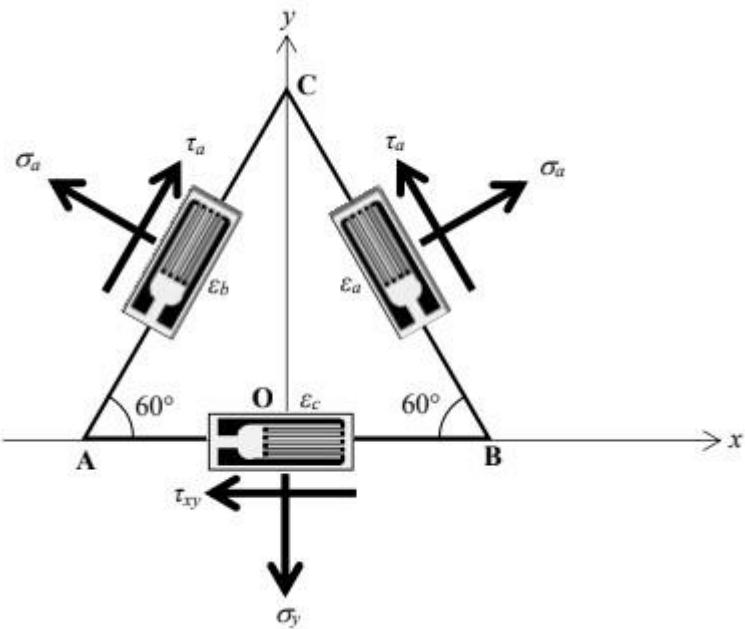

Fig.2 弾性体表面に描かれた正三角形の応力状態
[2]Fig.2 のように弾性体表面に描かれた△ABC が以下のよう応力状態にある。弾性体には面内荷重が作用しているものとし、辺の三か所にはひずみゲージが貼り付けられていて、すべての辺方向のひずみを求めることが出来る。
- (1) Fig.2 を参考にして、 x 方向及び y 方向の力のつり合い式から垂直応力 σ_y 、せん断応力 τ_{xy} を σ_a 、 τ_a を用いて表せ。
- (2) 垂直応力 σ_x を σ_a 、 τ_a を用いて表せ。
- (1) Fig.2 を参考にして, x 方向及び y 方向の力のつり合い式から垂直応力 σ_y , せん断応力 τ_{xy} を σ_a , τ_a を用いて表せ.